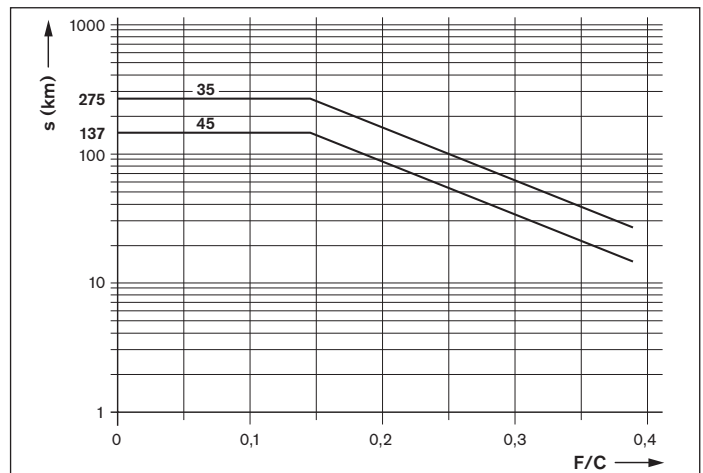

Figura 3: Intervalo de relubrificação
- s = intervalo de relubrificação conforme a figura 3 (km)
- C = capacidade de carga dinâmica (N)
- F = carga dinâmica equivalente (N)